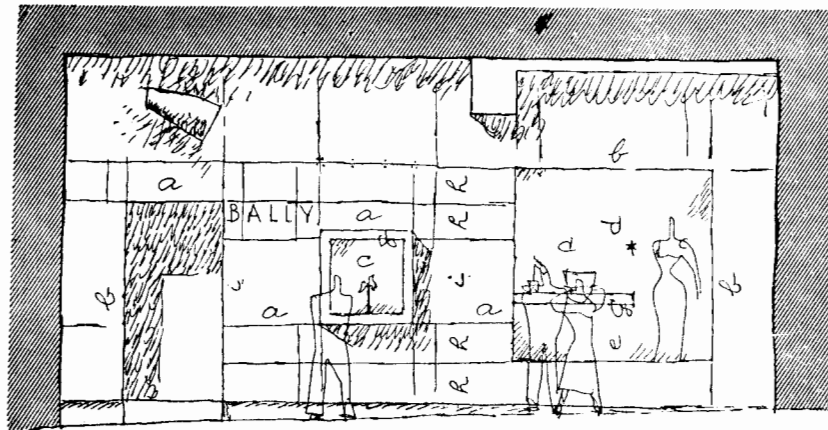

Fig. 91
*Fachada de un comercio (BALLY) a construir en el bulevar de la Magdalena en París, 1948. Fig. 91.*